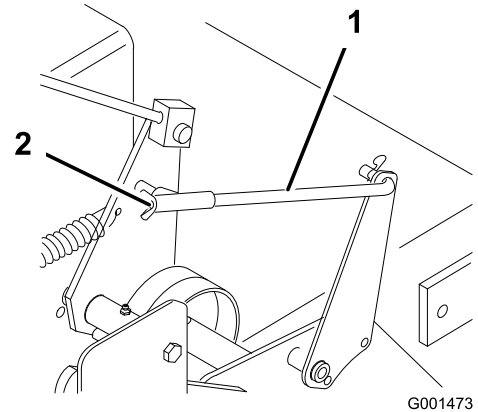

Figura 31
5. Para ajustar el freno, gire las tuercas de orejeta de las varillas de freno (Figura 31). Gire las tuercas